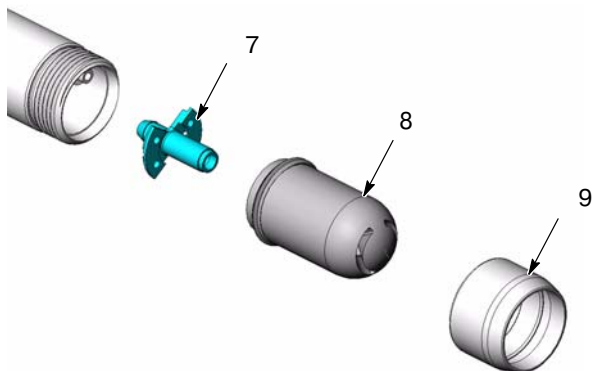
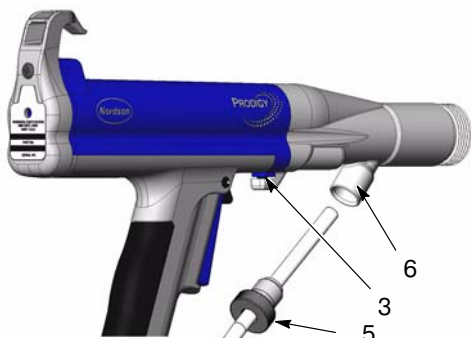

Рис. 14 Снятие форсунки и переходника шланга.
Рис. 20 Ослабление установочного винта переходника
2. См. рис. 14. Отвернуть и снять узел накидной гайки (9) и форсунки (8) с распылителя.
3. Вынуть переходник (7) из порошкового шланга.
1. См. рис. 14. Отвернуть форсунку (8) и накидную гайку (9) с распылителя.
2. Вынуть переходник (7) из порошкового шланга.
3. См. рис. 20. Вывернуть фиксирующую втулку (5) и вынуть порошковый шланг из переходника распылителя (6).
4. Ослабить установочный винт (3) в нижней части переходника распылителя.
6. См. рис. 14. Установить порошковую трубку в распылитель, выполнив операции 4-8 процедуры Установка на стр. 5.
8. См. рис. 14. Установить порошковую трубку в распылитель, выполнив операции 4-8 процедуры *Установка* на стр. 5.